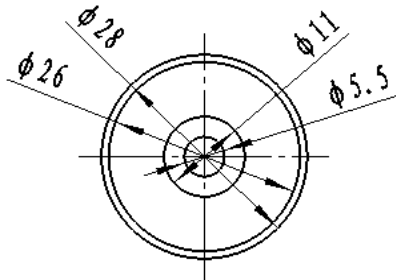

图 2-104 挡圈
- (1) 新建文件。在新建文件对话框中选择零件图标；
- (2) 选择前视基准面，单击进入草图绘制模式；
- (3) 绘制中心线。在草图绘制工具栏中，单击按钮，绘制中心线；
- (4) 绘制圆。在草图绘制工具栏中，单击按钮，绘制4个圆，出现尺寸对话框，输入图示尺寸；
- (5) 尺寸标注。在草图绘制工具栏中，单击按钮，标注尺寸如图2-104所示。